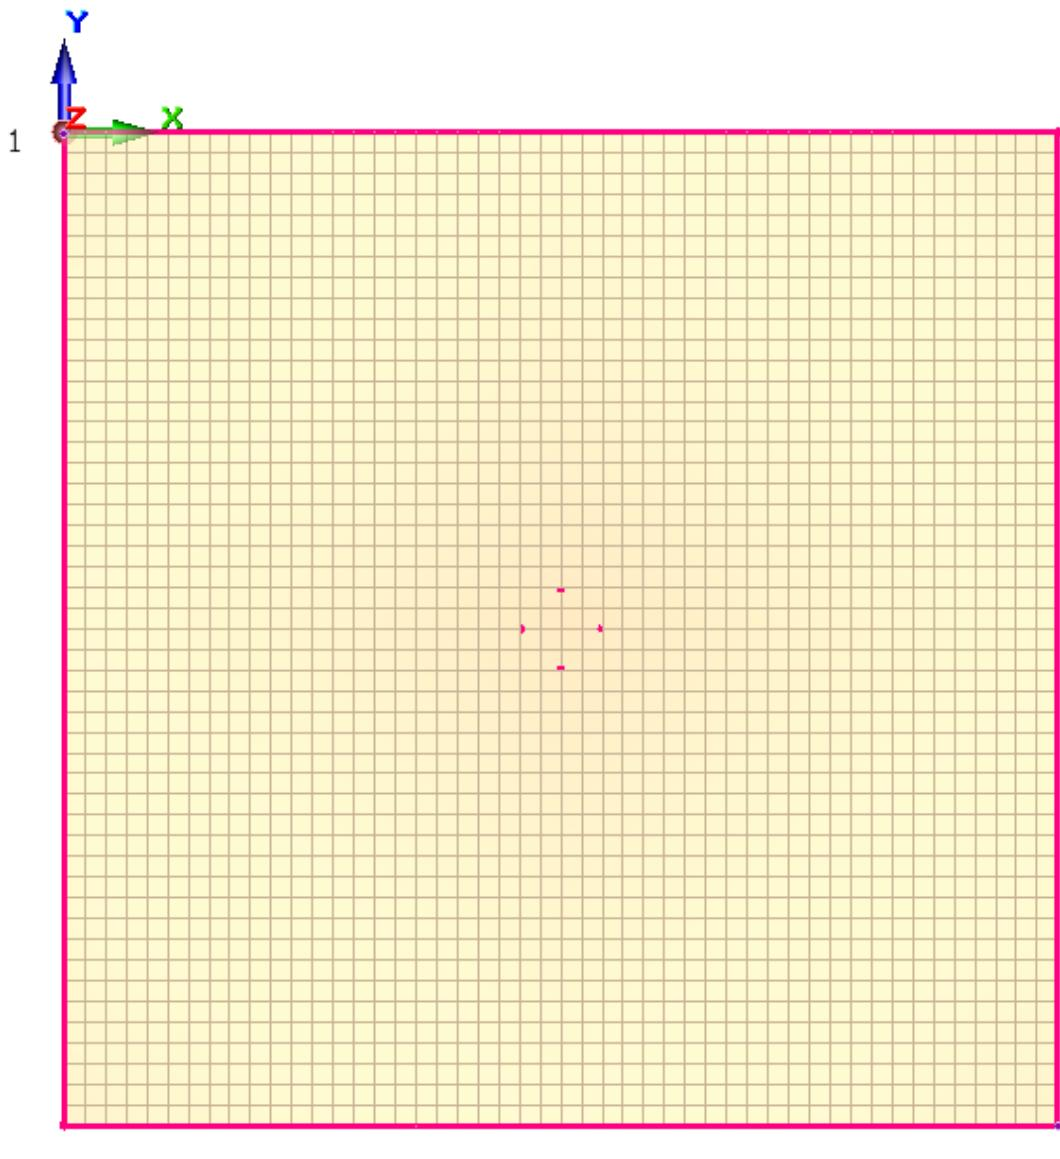

Рис.3.6 Расположение наружных контурных элементов в модели (красным цветом). 1 и 2 – точки диагонали прямоугольника.
- Произведите построение наружных контурных элементов – балок, указав две точки диагонали прямоугольника (1 и 2) на оболочке(рис.3.6)